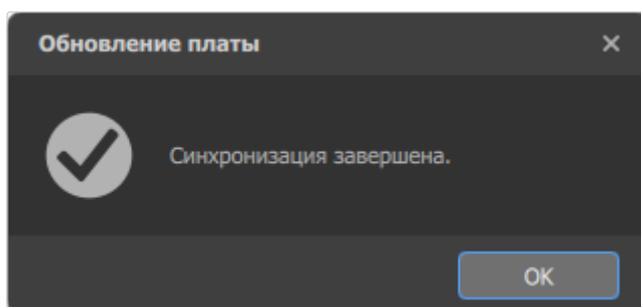

Рисунок 48. Извещение об окончании процесса обновления платы
- 3) По окончании процесса обновления платы отобразится диалоговое окно с сообщением «Синхронизация завершена». В нем необходимо нажать на кнопку ОК (см. рисунок 48).